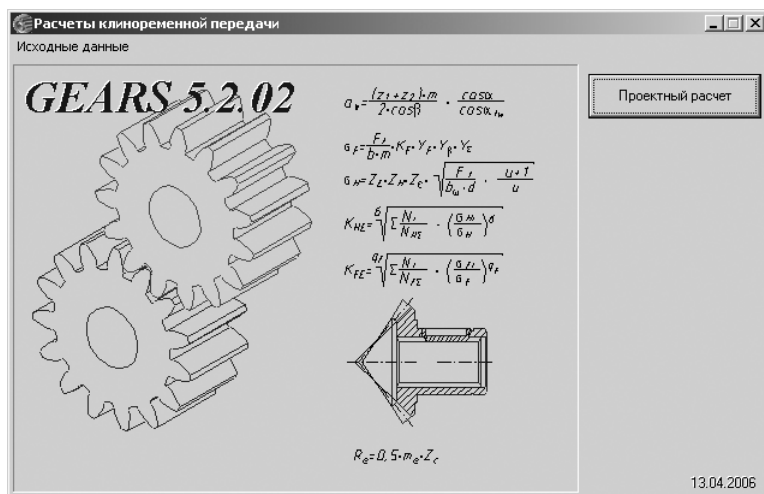

Рис. 5.79. Начальное окно системы **Расчеты клиноременной передачи**
- щелкните по кнопке **Выполнить**. Появится начальное окно системы **Расчеты клиноременной передачи**, см. рис. 5.79.